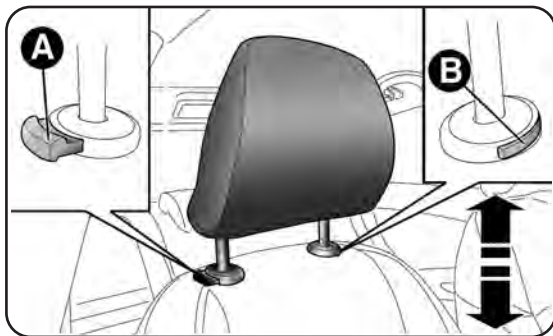

fig. 26
- regolazione verso il basso: premi il tasto A-fig. 26 e abbassare l'appoggiatesta.
- premi i tasti A e B-fig. 26 quindi rimuovi gli appoggiatesta sfilandoli verso l'alto.